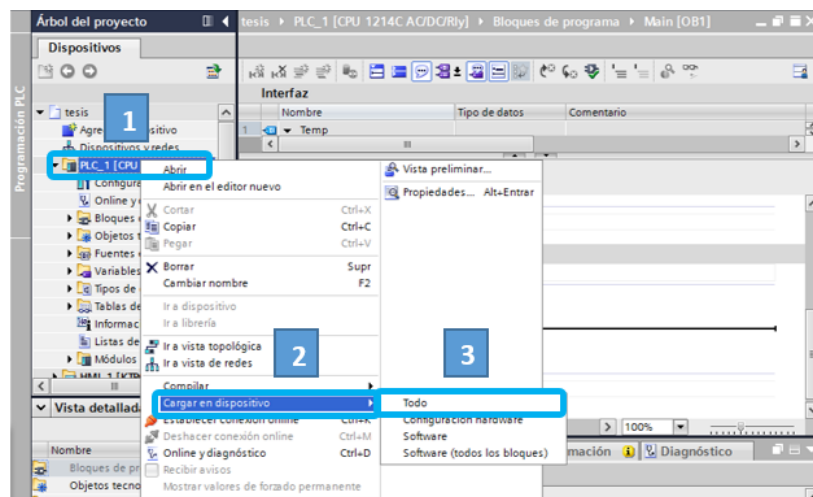

Figura 2.50: Cargar la programación en el PLC.
3. Dar clic derecho en la carpeta PLC, dirigirse a Cargar y dar clic en Todo como se indica en la figura 2.50.